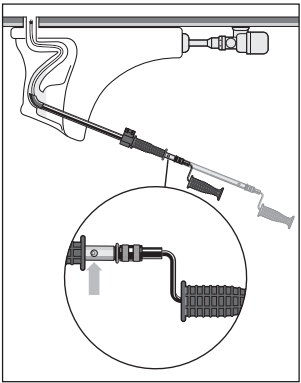

Figure 6 – Rallongement du câble
- 8. To extend cable beyond the initial 2' (6 m), press button (Figure 6). Pull crank handle/drill up until button locks into second hole.
8. Pour déployer le câble au-delà des 2 pieds (60 cm) prévus, appuyez sur le bouton (*Figure 6*) et ramenez la manivelle ou la perceuse jusqu'à ce qu'il s'engage dans le deuxième orifice.
8. Para extender el cable más allá de los 2 pies (0,6 m) iniciales, presione el botón (*Figure 6*). Jale la manilla de la manivela o el taladro hacia arriba, hasta que el botón quede encajado en el segundo agujero.